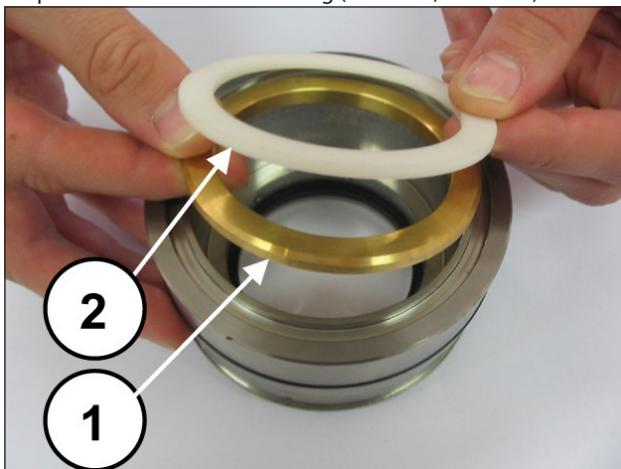
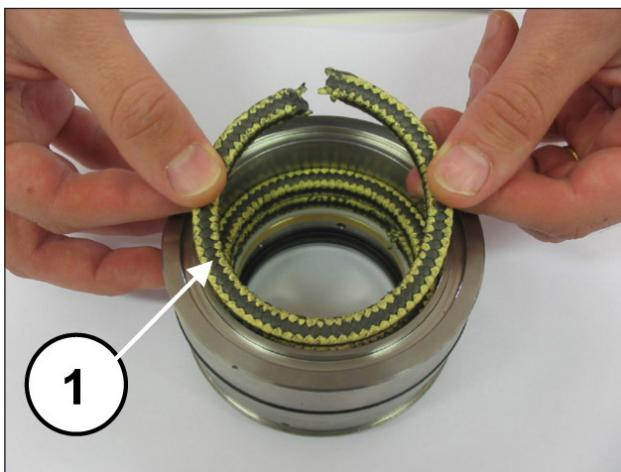

Abb. 195
Abb. 196
Montieren Sie den Lagerring und den Stützring (Pos. ①②, Abb. 195) sowie die drei Stopfbuchsen. Achten Sie dabei, dass die Schlitze in einem Winkel von  $120^{\circ}$  zueinander ausgerichtet sind (Pos. ①, Abb. 196), darüber hinaus den Abstreifring der Stopfbuchsen und den Federring (Pos. ①②, Abb. 197).